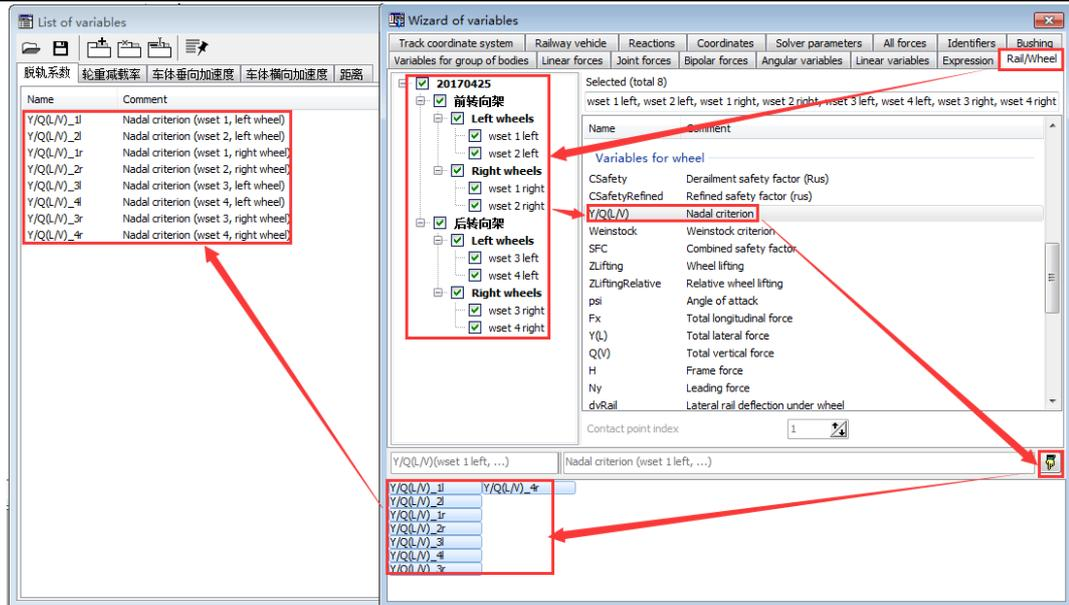

图 004-6
4、选择主菜单 **Tools**→**Wizard of variables**，依次创建一些变量并拖动到相应 **List of variables** 的变量组下面，如图 004-6；